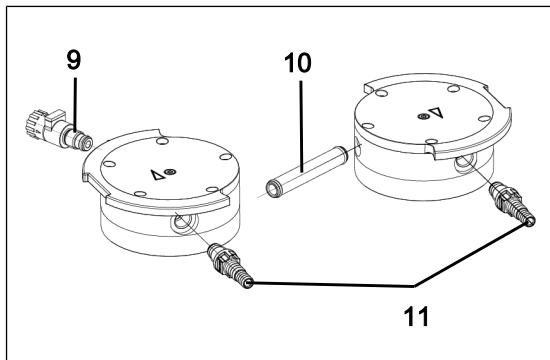

Fig.10: Sostituzione degli O-ring
2. Estrarre il tubo di allacciamento (**10**/Fig. 10) dal coperchio testa (**3**).
3. Sostituire i due O-ring del tubo di allacciamento (**10**/Fig. 10).
6. Svitare la valvola gas ballast (**9**/Fig. 10) dal coperchio testa (**3**).
7. Sostituire l'O-ring della valvola gas ballast (**9**/Fig. 10).
8. Avvitare a fondo la valvola gas ballast (**9**/Fig. 10) nel relativo coperchio testa (**3**). Successivamente, svitarla di nuovo, fino a quando la superficie sia orientata verso l'alto.
9. Svitare i raccordi tubi flessibili (**11**/Fig. 10) dal coperchio testa con l'utensile in dotazione (**3**).
10. Sostituire gli O-ring dei raccordi tubi flessibili (**11**/Fig. 10).
11. Avvitare manualmente i raccordi tubi flessibili (**11**/Fig. 10) nel coperchio testa con l'utensile in dotazione (**3**).
6. Smaltire correttamente la membrana (7) e le piastre portavalvola/guarnizioni sostituite (4).
7. Innestare il tubo di allacciamento (10/Fig. 10) nel coperchio testa (3).